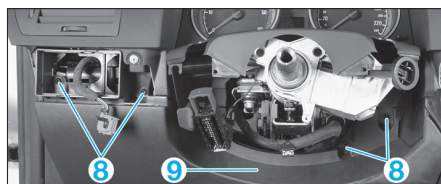

FIG. 29
- les vis de fixation (8) de la garniture inférieure gauche (9) de planche de bord (fig. 29).